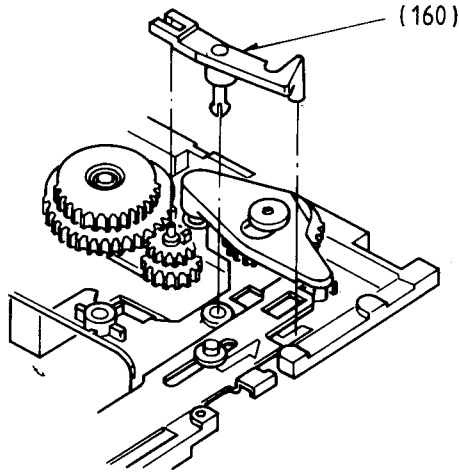

Fig. 59
- Umspulkontrollhebel (160) gemäß Fig. 59 einbauen.
- Fit the Review Control Lever (160) as shown in Fig. 59.